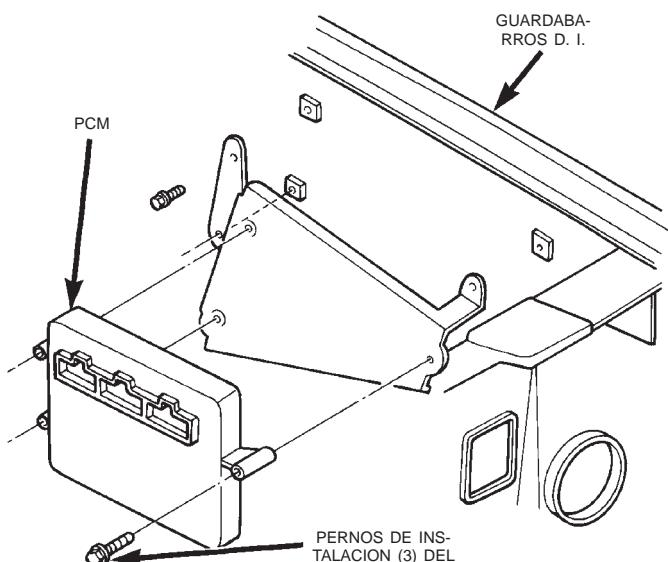

Fig. 51 Instalación del PCM
- (1) Desconecte el cable negativo de la batería.
- (2) Retire la cubierta situada sobre los conectores eléctricos. La cubierta se ajusta en el PCM.
- (3) Con cuidado, desenchufe los tres conectores de 32 vías (Fig. 51) del PCM.
- (4) Retire los tres pernos de instalación del PCM y retire el PCM del vehículo.